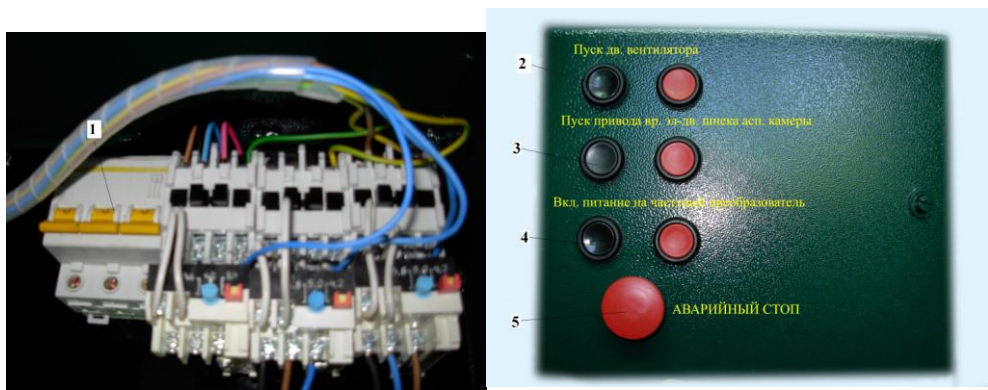

Рис.6 Электрический ящик УЗМ
1. Откройте крышку электрического ящика и включите (положение “ВКЛ”) автомат 1 рис.6;
2. Закройте плотно крышку электрического ящика и кнопкой включения (черная) 2 на рис.6 включите
3. Включите электродвигатель привода вращения шнека аспирационной камеры, кнопка 3 (черный) рис.6.
4. Включите питание на частотный преобразователь (ЧП) кнопкой 4 (черная) рис.6.
2. Выключите питание на частотный преобразователь (ЧП) кнопкой 4 (красная) рис.6.
3. Выключите электродвигатель вентилятора аспирационной камеры кнопкой 2 (красная) рис.6;
4. Выключите электродвигатель привода вращения шнека аспирационной камеры, кнопка 3 (красная) рис.6.
5. Откройте крышку электрического ящика и выключите автомат 1 “ОТКЛ.” рис.6
Не допускается резкий останов вращающегося барабана. Во избежание поломок, запрещается отключение привода вращения барабана с помощью кнопки аварийного останова 5 рис.6.